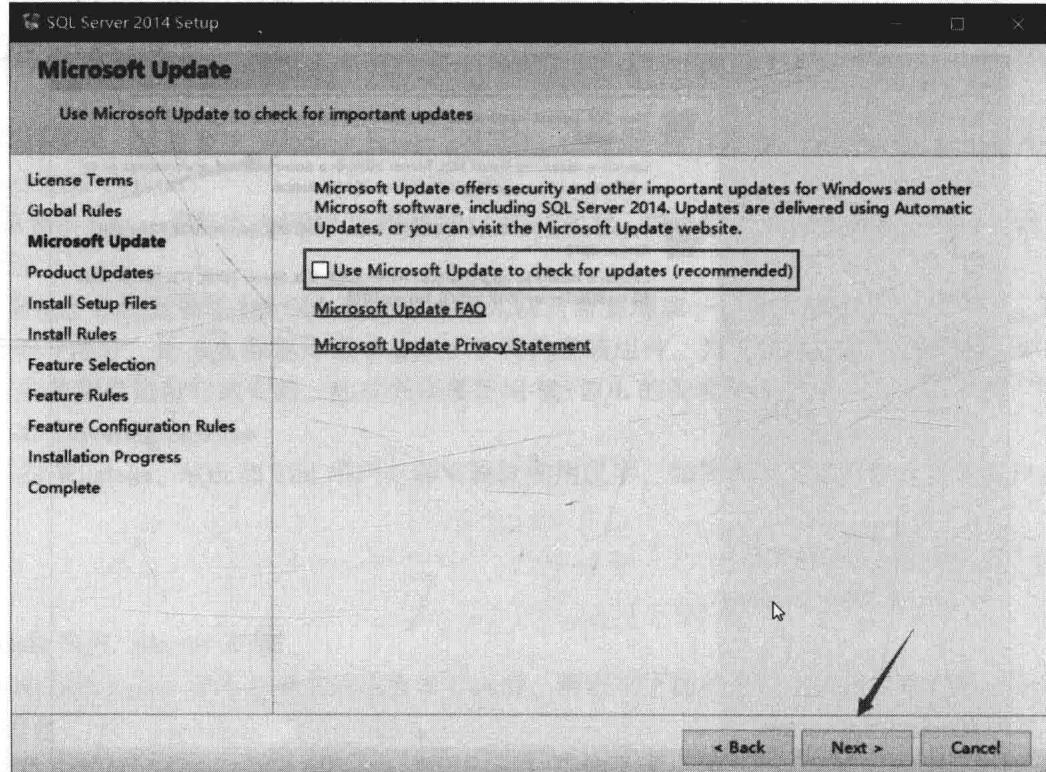

图 2-9
(4) 在弹出的【Microsoft Update】对话框中，勾选“Use Microsoft Update to check for updates (recommended)”选项（推荐使用 Microsoft 更新检查更新），然后单击【Next】选项进行下一步，如图 2-9 所示。